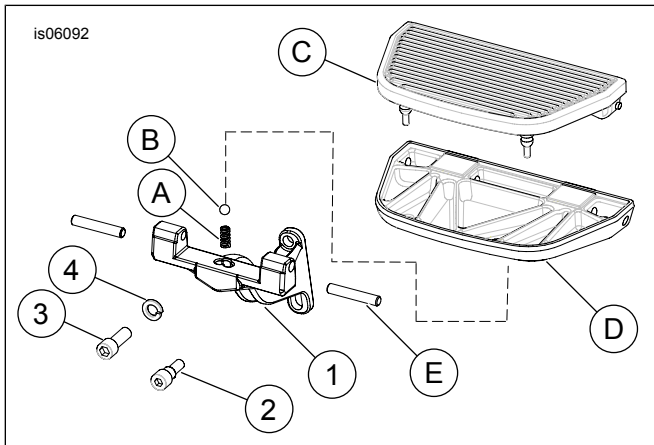

Figure 2. Pièces de rechange : Kit de support de marchepied rapproché
Voir Figure 2 et Tableau 1.
4. Voir Figure 2. Insérer le boulon à épaulement (2) par la fente dans le support du marchepied (1) et dans le trou du support du bras oscillant arrière à la hauteur souhaitée. Serrer à un couple de 5–8 N·m (48–72 in-lbs).
5. Installer la vis supérieure (3) et la rondelle-frein (4) dans le support de marchepied (1). Serrer la vis au couple de 49–56 N·m (36–42 ft-lbs).
6. Installer le ressort (A) dans le trou de retenue du support de marchepied. Poser la bille (B) sur le ressort.
7. Placer la détente dans la base du plateau du marchepied (D) sur la bille dans le support de marchepied. Faire attention de ne pas déplacer la bille. Appuyer sur le plateau de marchepied afin de l'aligner avec le support de marchepied.
8. Insérer les goupilles à pivot (E) à travers deux trous de montage sur le support de marchepied et dans le plateau de marchepied.